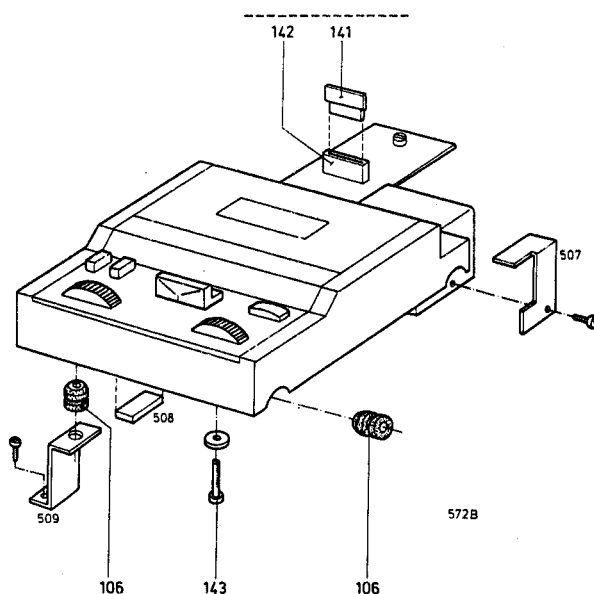

Fig. 1
- a. As from production week 128, a bracket (item 507, Fig. 1) has been fitted on the motor housing of the recorder in order to reduce the clearance to the cabinet.
- b. As from production week 129 supports have been added underneath the recorder on the left: at the front left a bracket (item 509, Fig. 1) with a grommet (item 106); at the rear left a foam plastic strip (item 508).
- a. A dater de la semaine de production 128 on a monté un étrier (507, fig. 1) sur le boîtier du moteur du magnétophone. On évite ainsi le jeu du boîtier.
- b. A partir de la semaine de production 129 on a ajouté des points supports à la gauche, sous le magnétophone. A l'avant gauche on a monté un étrier (509, fig. 1) avec un passe-fil (106), à l'arrière gauche, une barrette de caoutchouc mousse (508).
- a. A partir de la semana de producción 128 se ha añadido una abrazadera (pos. 507, fig. 1) sobre el casco de motor de la grabadora con el fin de reducir el juego de la caja.
- b. A partir de la semana de producción 129 se ha añadido puntos de apoyo debajo el lado izquierdo de la grabadora: en el lado anterior izquierdo una brida (pos. 509, fig. 1) con un tul (pos. 106). En el lado posterior izquierdo una tira de plástico espumoso (pos. 508).
- a. Vanaf prod. week 128 is er een beugel (pos. 507, fig. 1) op het motorhuis van de recorder geplaatst om de speling van de kast te verminderen.
- b. Vanaf prod. week 129 zijn er steunpunten links onder de recorder toegevoegd: linksvoor een beugel (pos. 509, fig. 1) met een tule (pos. 106) linksachter een schuimplastic strip (pos. 508).
- a. Ab Produktionswoche 128 wird das Motorgehäuse des Recorders mit einem Bügel (pos. 507, Abb. 1) bestückt um das Spiel vom Gehäuse zu vermindern.
- b. Ab Produktionswoche 129 werden links unter dem Recorder Stützpunkte angebracht, und zwar links vorne ein Bügel (Pos. 509, Abb. 1) und links hinten ein Kunststoffstreifen (Pos. 508).